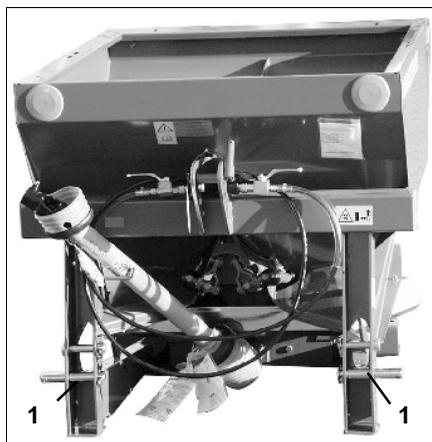

Fig. 18
- Introduisez les bras inférieurs du tracteur sur les tourillons (cat. II) (Fig. 18/1) et goupillez.
- Introduisez l'axe (cat. I ou II) (Fig. 18/2) dans le tirant supérieur et goupillez en sécurité